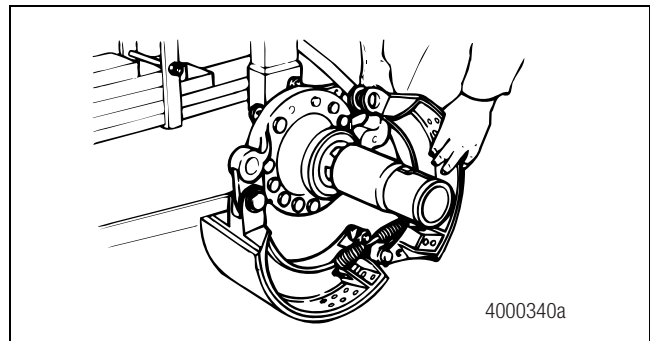

Figura 3.9
3. Gire la zapata superior para liberar la tensión del resorte de retorno de la zapata del freno. Retire la zapata. Figura 3.9.